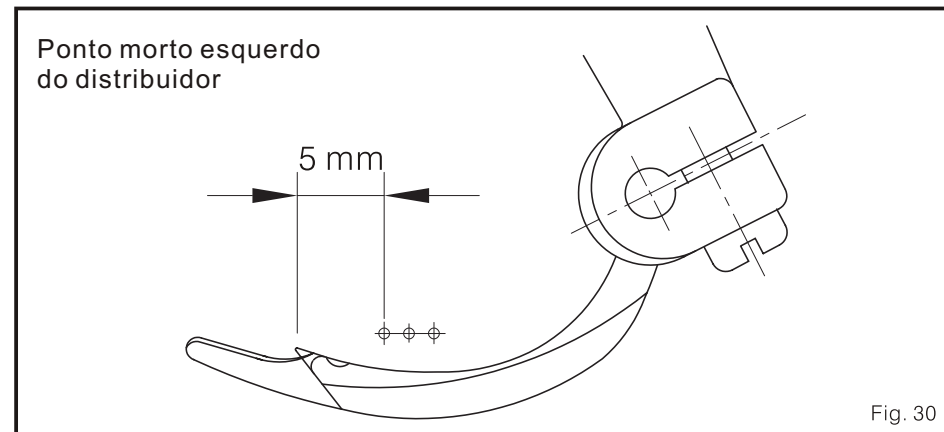

Fig. 30
3. Quando a gorjeta do distribuidor mexa ponto morto à esquerda, a gorjeta desta curva é de 5 mm do centro da agulha esquerda (Fig. 30)